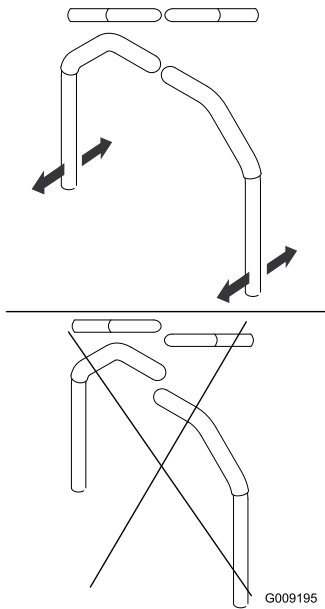

Figure 90
4. Réglez l'alignement avant/arrière des leviers en les plaçant tous deux à la position POINT MORT, puis faites-les coulisser jusqu'à ce qu'ils soient alignés, et serrez les boulons (Figure 90).